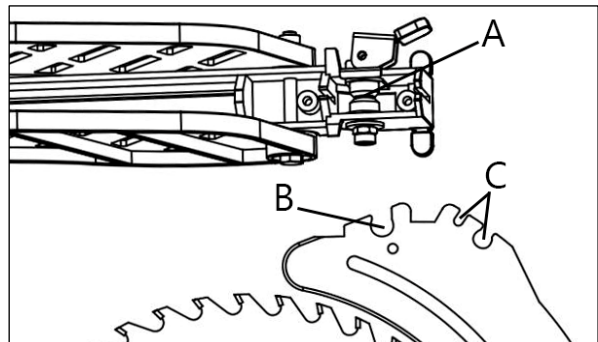

Рисунок 25.
- Расположите защитный кожух пильного диска канавкой втулки А (рис. 25) на выемке расклинивающего ножа В. Втулка имеет скошенные края и должна быть расположена в центре выемки, чтобы прочно зафиксироваться.
- Расположите гребенку в выемки С (рис. 25) на расклинивающем ноже. Пружинный штифт располагают в передней выемке, а болт в задней выемке.